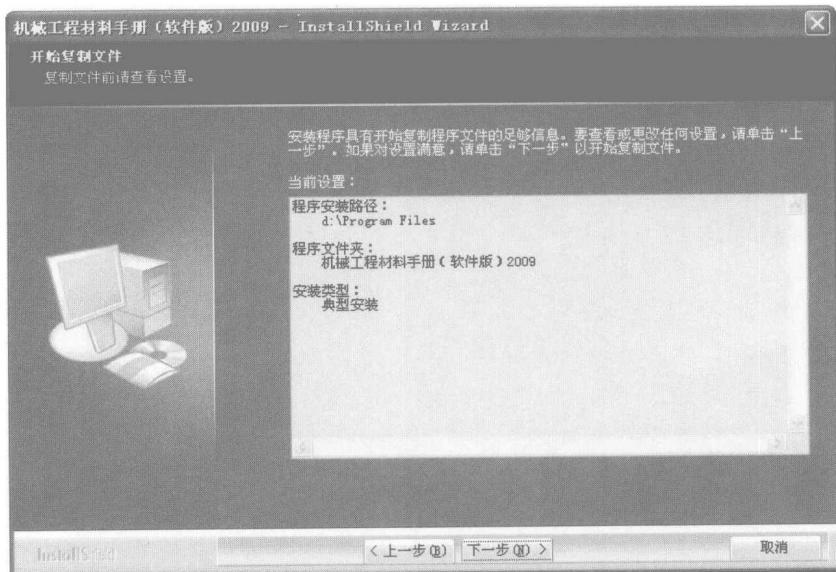
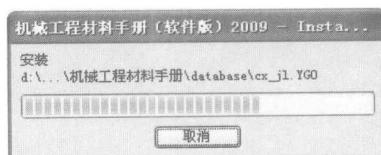

图 1-8 查看设置界面
图 1-9 显示安装进度
(7) 单击“下一步”按钮，安装程序把软件复制到硬盘上，时间的长短取决于用户选择的安装类型。在复制文件前先查看界面的设置，如图 1-8 所示。如果对设置满意，单击“下一步”按钮。安装程序使用进度条显示安装进行的百分比，如图 1-9 所示，用户可以随时单击“取消”按钮，退出安装程序。